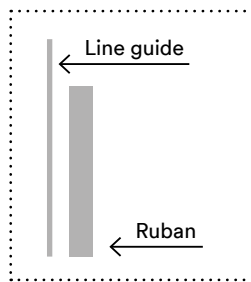

Figure 1
- Lors de l'application du ruban en longues lignes droites, une craie peut être utilisée pour définir la ligne guide. (*figure 1*)
- Pour appliquer le ruban adhésif, déroulez l'extrémité du ruban et plaquez-la fermement sur le sol. Tirez ensuite doucement sur le ruban pour le dérouler tout en suivant la ligne guide. (*figure 1*)